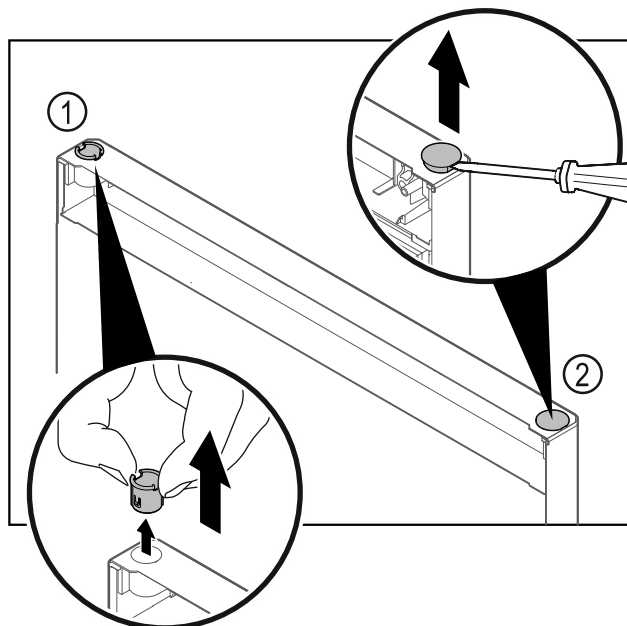

Fig. 34 Vrata zamrzivača
- Izvucite čahuru šarke Fig. 34 (1) prstima.
- Odvijačem s ravnom glavom oprezno podignite čep Fig. 34 (2) i izvadite ga.